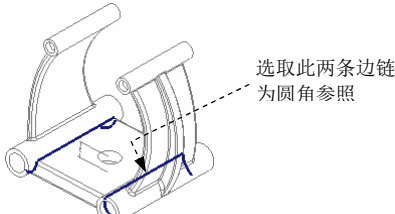

图 5.38.121 定义圆角参照
Step21. 创建倒圆角特征 6。单击 **模型** 功能选项卡 **工程** 区域中的按钮，选取图 5.38.121 所示的边线为倒圆角的边线；在倒圆角半径文本框中输入值 0.5。